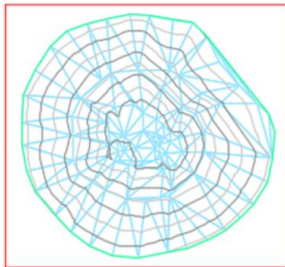

Рис. 29. Создание области для интерполяции
2. Вокруг поверхности постройте прямоугольник так, чтобы поверхность полностью располагалась внутри него (рис. 29).